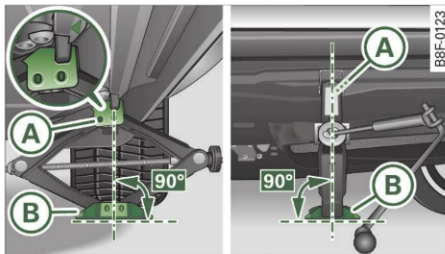

Fig. 245 Înlocuirea roții: Cricul
- Rotiți **cricul** de rozetă până când gheara ⇒ fig. 245 (A) cuprinde complet **marginea** autovehiculului.
- Poziționați cricul astfel, încât gheara (A) să cuprindă marginea, iar placa de bază (B) a cricului să fie așezată plan pe sol. Placa de bază (B) trebuie să se găsească în poziție **verticală** sub punctul de fixare (A).